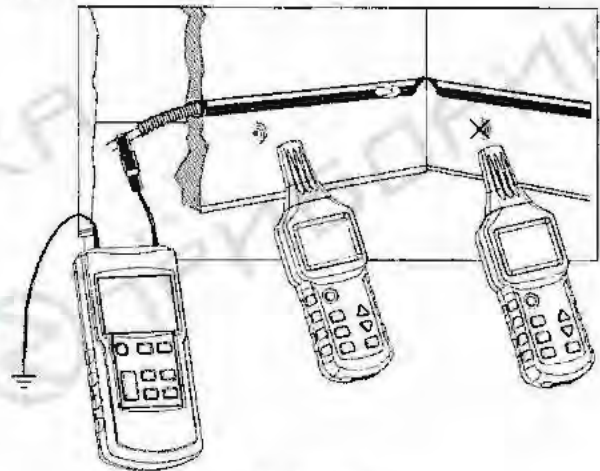

Рисунок 3-1-6
- Передатчик подсоединяется к спиральной металлической трубке (металлической трубке или гибкому проводу) и вспомогательному заземляющему проводу, как показано на Рисунок 3-1-6.